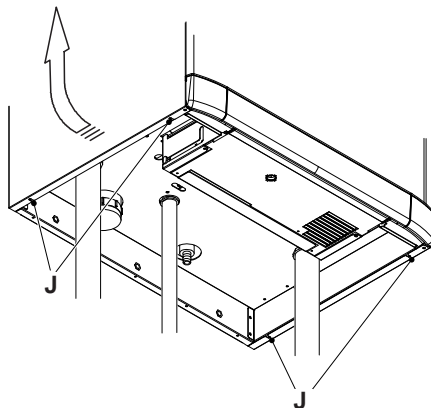

Figura 9.2
- Allentare la viti (J) in Figura 9.2 e togliere i due pannelli laterali spingendoli verso l'alto in modo da liberarli dai ganci superiori.